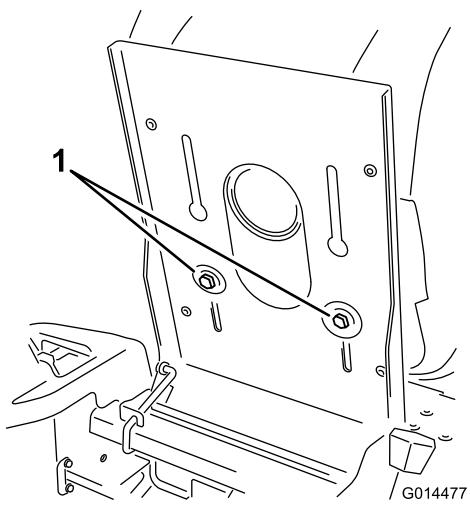

Figura 24
- Eleve o banco e desaperte os parafusos de ajuste o suficiente para mover o banco (Figura 24).